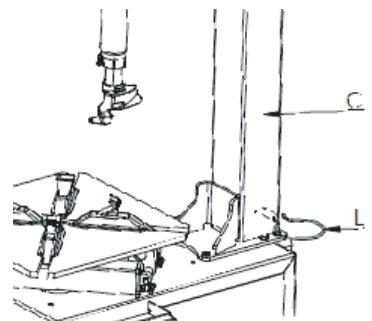

Fig. 7
- Pak de houder (L, fig.7) uit de doos met accessoires.
- Plaats de houder nu in de gaten van de kolom (C, fig.7).